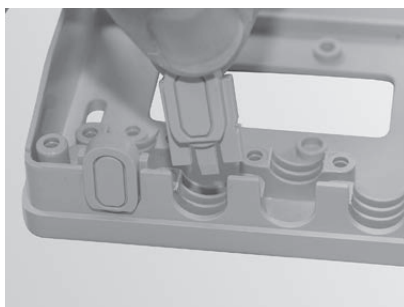

Fig. 244 Chiudere i passacavi
- ▶ Chiudere i passacavi non necessari – Fig. 244.